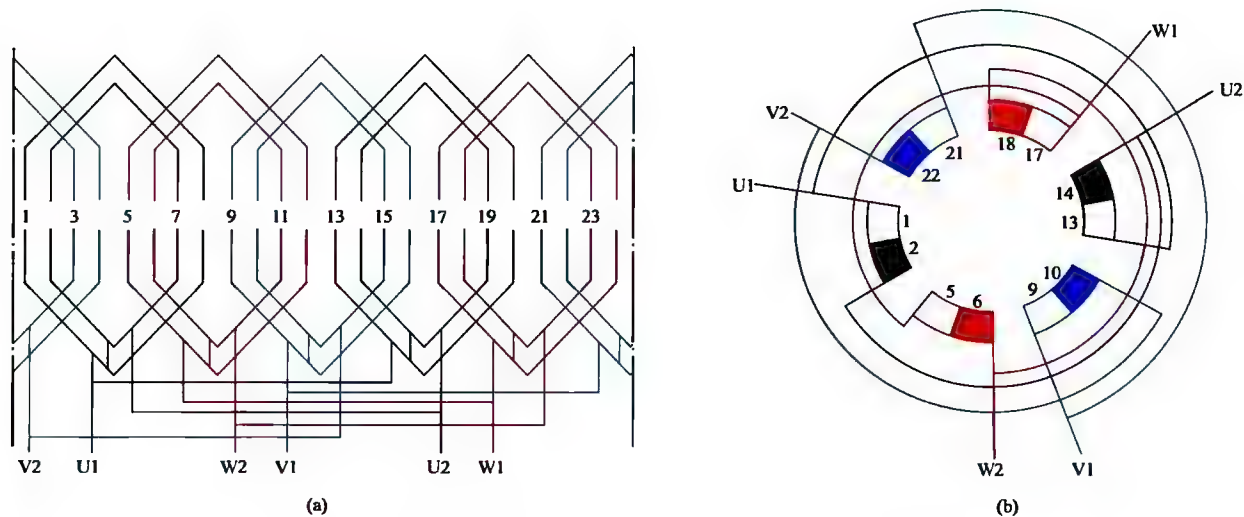

图 1-24 三相 4 极 24 槽单层同心式绕组 2 路接法
24. 三相 4 极 24 槽单层同心式绕组 2 路接法展开图与接线圆图 (见图 1-24)